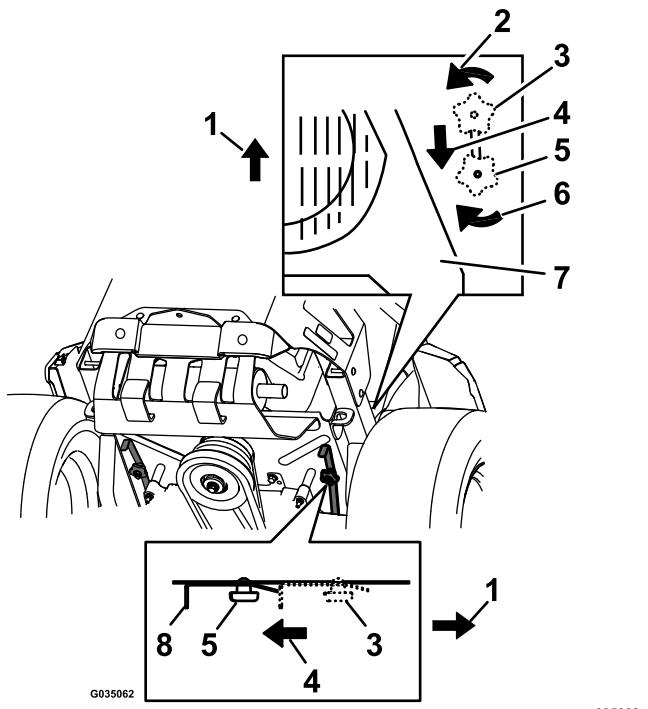

Figura 30
4. Para empujar la máquina, mueva ambos pomos de desvío hacia atrás para bloquearlos en esa posición (Figura 30).
6. Para hacer funcionar la máquina, mueva ambos pomos de desvío a la posición de ADELANTE y bloquéelos en esa posición (Figura 30).